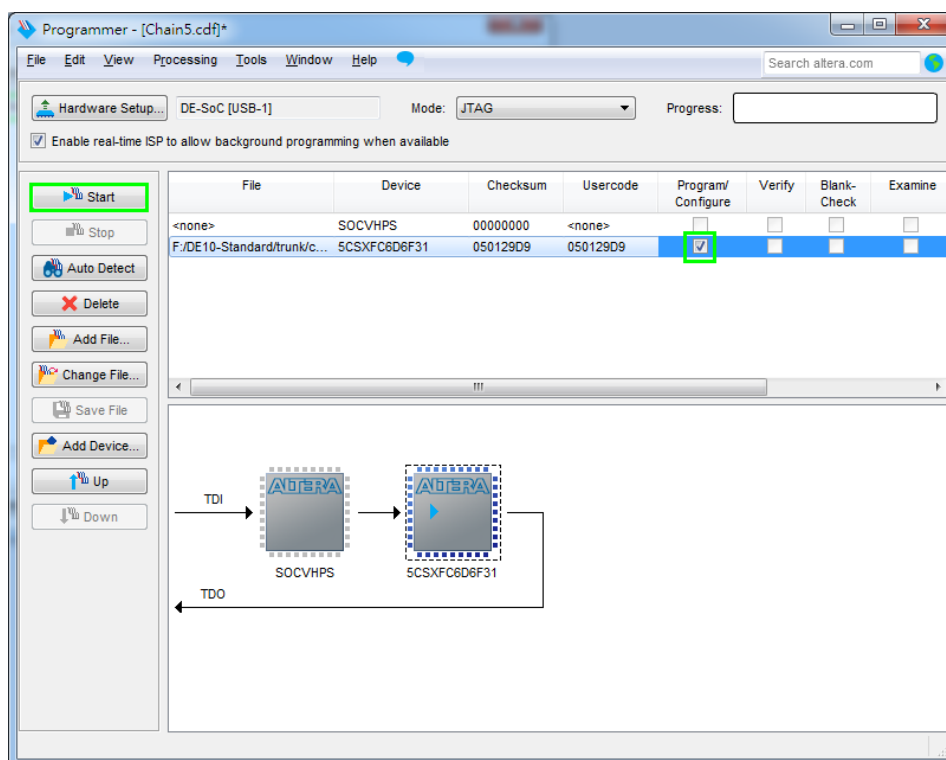

图 3-8 烧录.sof 文件
6. 勾选 Program/Configure 复选框，点击 Start 按钮，将.sof 文件下载到 FPGA 芯片，如图 3-8 所示。